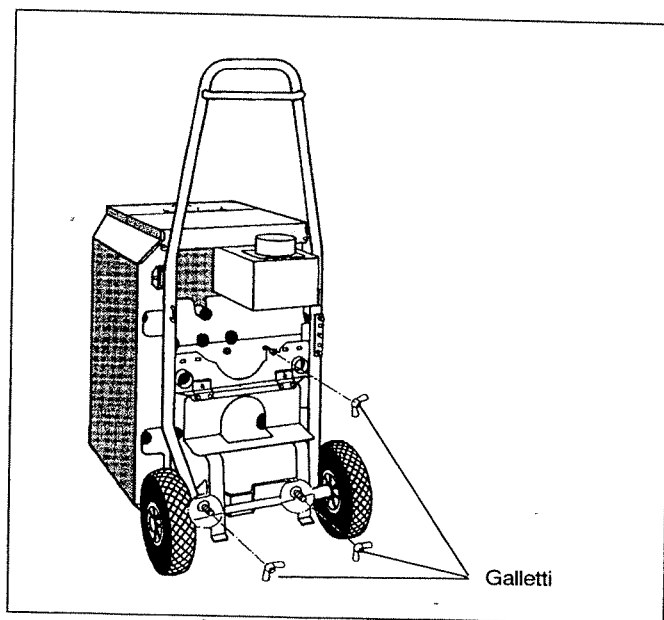

Fig. 4: Trasporto con carrello trasporta-caldaia* (solo G124 X)
- Solo per G124 X: Per il trasporto della caldaia con il "carrello trasporta caldaia"*, fissare la caldaia con tre viti ad alette al "carrello trasporta caldaia" Fig. 4.